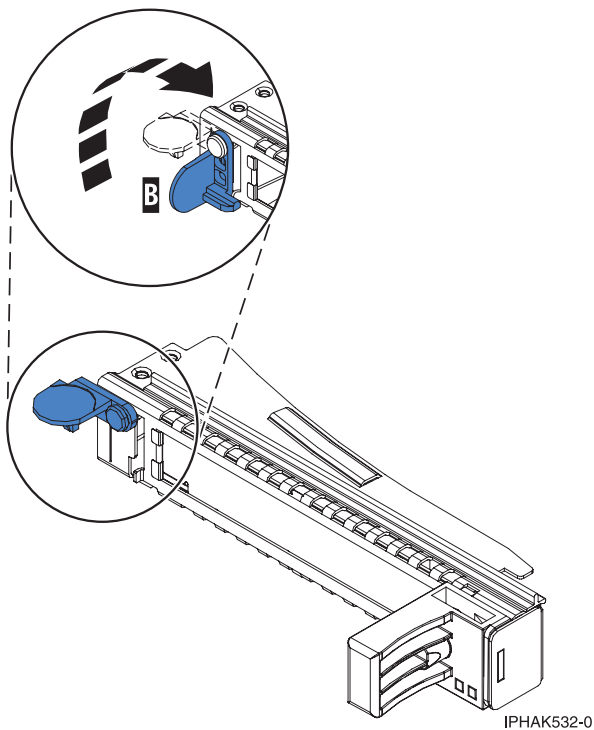

Figure 101. Ouverture du levier de blocage de la contre-poupée
b. Faites pivoter le levier de blocage de la contre-poupée en position ouverte. Voir figure 101.